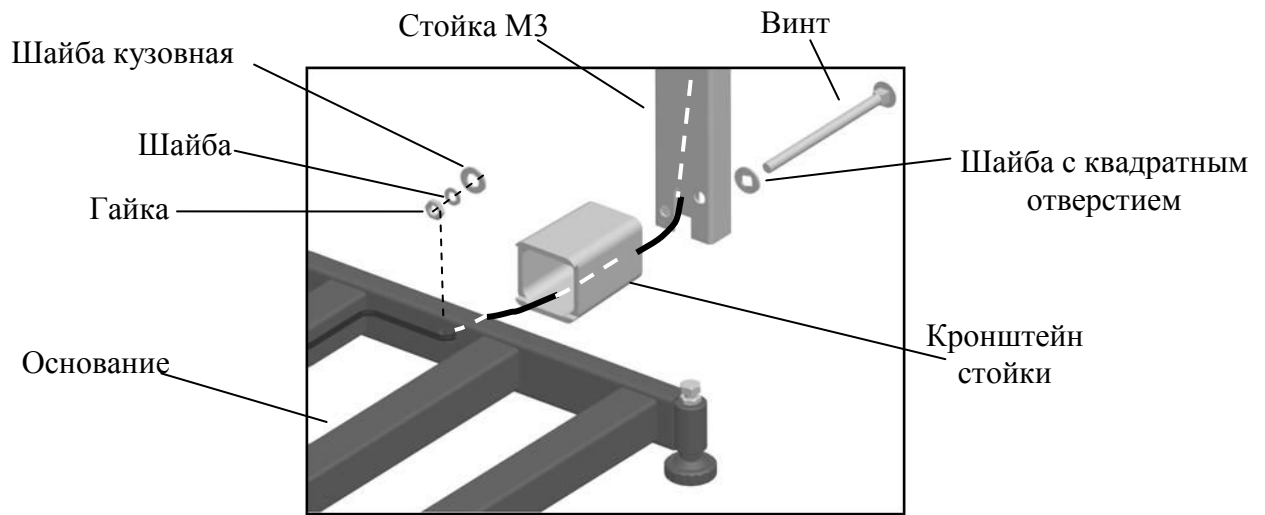

Рисунок 2 – Установка стойки крепления весового терминала.
3.2.1.3 Закрепите к основанию модуля стойку крепления терминала (см. рис. 2):